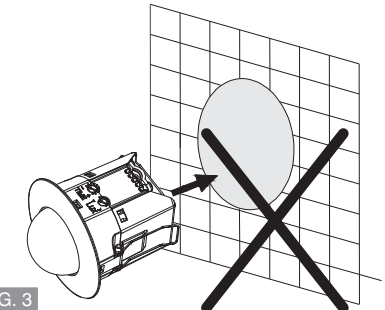

FIG. 3
- Il rilevatore è progettato per essere installato ad incasso in controsoffitti in ambienti interni. Non è idoneo per il montaggio a parete (fig. 3)